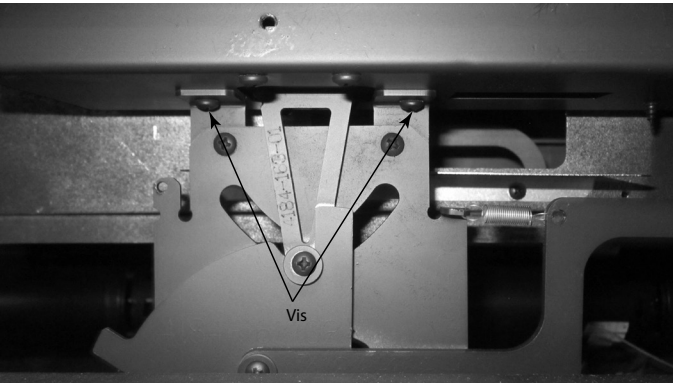

Figure 4.24 Visser la minuterie à la chambre à air.
10. Vissez la minuterie à la chambre à air. Voir la figure 4.24.